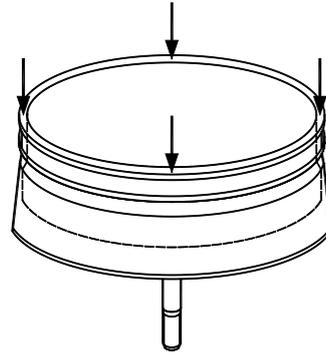

Abb. 26: Membrane gleichmäßig aufziehen
8. In der Membrane ist eine Rille für das Klemmband vorgesehen. Setzen Sie das Klemmband hier ein. Die Membrane erst auf einer Seite des Membrantellers, dann ringsherum gleichmäßig auf den Membranteller aufziehen (siehe Abb. 26). Die Oberkante der Membrane muss mit der Membrantellerfläche bündig sein. Die Membrane muss glatt sein: Sorgen Sie dafür, dass keine Falten oder Gummilippen unter dem Klemmband eingeklemmt sind. Bei den größeren Antrieben (P31, P32, P41) ist das Klemmband zweiteilig und wird mit zwei Schrauben festgezogen.